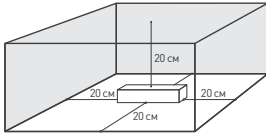

Рис. 5. Свободное пространство вокруг источника
4.3. Для естественной вентиляции обеспечьте не менее 20 см свободного пространства вокруг источника питания, как изображено на рис. 5. При невозможности обеспечить свободное пространство используйте принудительную вентиляцию.